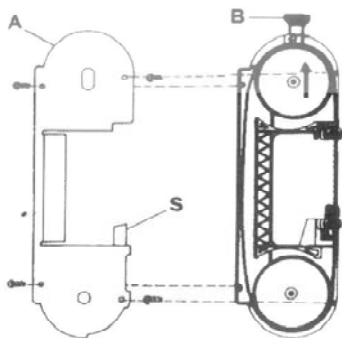

Fig. 1
1. Justering af klingestramningen (Fig. 1)
- Slæk klingestramningen ved at dreje grebet C (fig. 1) i urets retning, til det ikke kan komme længere, og håndhjulet B imod urets retning.
- Monter beskyttelseshuset A igen, og sørg for, at klingens kommer til at sidde imellem beskyttelsesskinne S (se fig. 1).